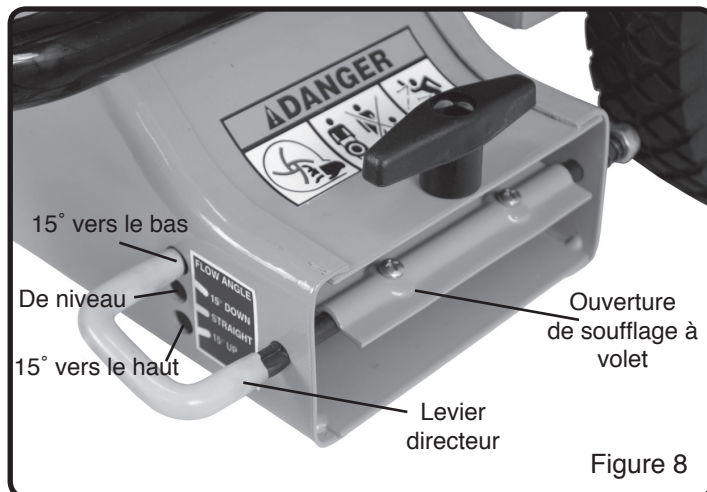

Figure 8
La direction de l'angle de débit vertical peut être réglée en 3 positions différentes : tout droit (au niveau), 15 degrés vers le haut et 15 degrés vers le bas. Référez à la Figure 8, lorsque vous effectuez les étapes de réglages suivantes :
2. Déplacez le levier directeur vers la position de niveau (Voir Figure 8).